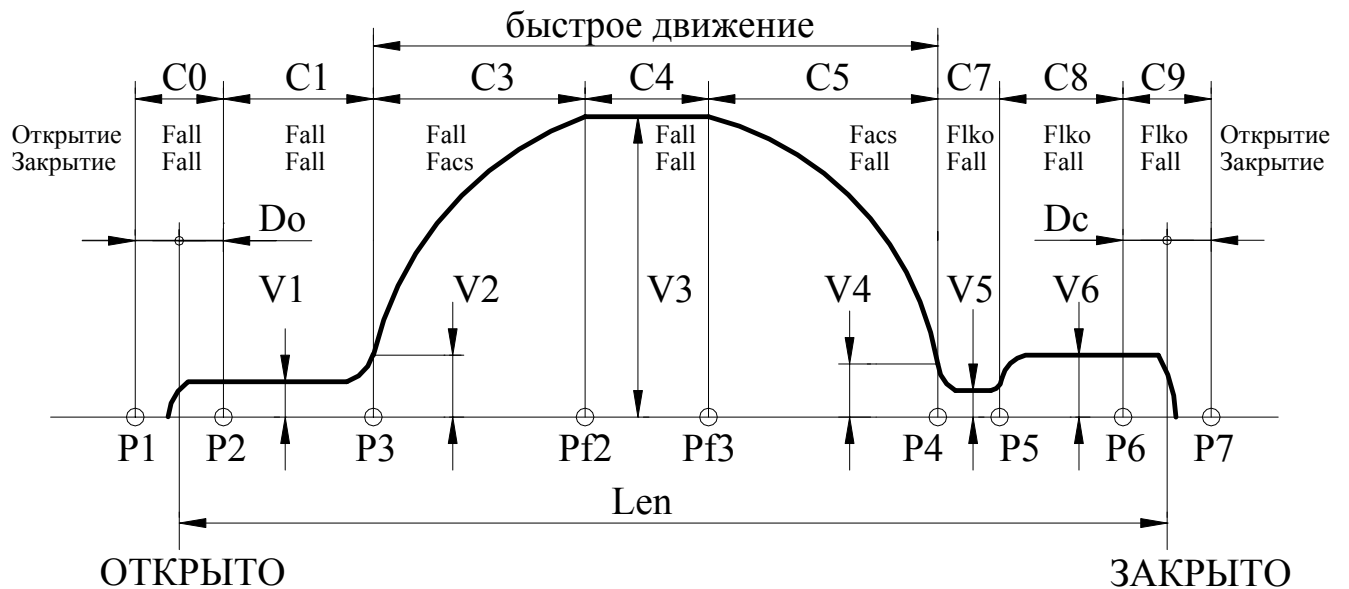

Рис.6. Траектория движения.
3.7.4.3. Если проем был уже промерен, то после синхронизации на 0, *Устройство* начинает двигаться по траектории, показанной на **рис.6**.
- 3.7.8.4. *Устройство* обрабатывает траекторию движения, показанную на **рис.6**, справа налево.
- 3.7.8.7. При **полном открытии**, когда *Устройство* определило наличие упора в зоне $C0$ (см. **рис.6**), размыкается СК ВКО. После этого *Устройство* переходит в режим одностороннего удержания.
3.7.8.4. Устройство обрабатывает траекторию движения, показанную на рис.6 , справа налево.
3.7.8.7. При полном открытии , когда Устройство определило наличие упора в зоне $C0$ (см. рис.6), размыкается СК ВКО. После этого Устройство переходит в режим одностороннего удержания.
- 3.7.9.4. *Устройство* обрабатывает траекторию движения, показанную на **рис.6**, слева направо.
- 3.7.9.7. При **полном закрытии**, когда *Устройство* определило наличие упора в зоне С9 (см. **рис.6**), размыкается СК ВКЗ. После этого *Устройство* переходит в режим одностороннего удержания.
- **E0L** – переезд зоны полного открытия (**С0**, **рис.6**) или полного закрытия (**С9**, **рис.6**). *Синхронизация* в этом случае выключается. Ошибка сбрасывается при смене кода направления вращения, но затем необходимо провести *синхронизацию* заново. При повторном неоднократном возникновении данной ошибки нужно провести **измерение проема**, если затем эта ошибка все равно будет возникать, необходимо проверить механику привода.
3.8.1. Рис.6, на котором показана траектория движения, отслеживаемая *Устройством*, поясняет назначение многих параметров, рассмотренных ниже. На рис.6 отображено также распределение сил на участках траектории отдельно при открытии и при закрытии (при переходе в режим удержания устанавливается соответствующая сила удержания).
- Если Var_sl=1, то точка препятствия запоминается и происходит замедление скорости движения при подходе к точке препятствия до $Vbar$. При отсутствии препятствия в том же месте, дальнейшее движение происходит по кривой, указанной на **рис.6**.
3.8.5.14. **Номер D** – C_vko (0-250, l=Ks мм) – дополнительное смещение точки **P2(рис.6)** для расширения диапазона удержания сигнала ВКО.
3.8.5.15. **Номер E** – C_vkz (0-250, l=Ks мм) – дополнительное смещение точки **P6(рис.6)** для расширения диапазона удержания сигнала ВКЗ.